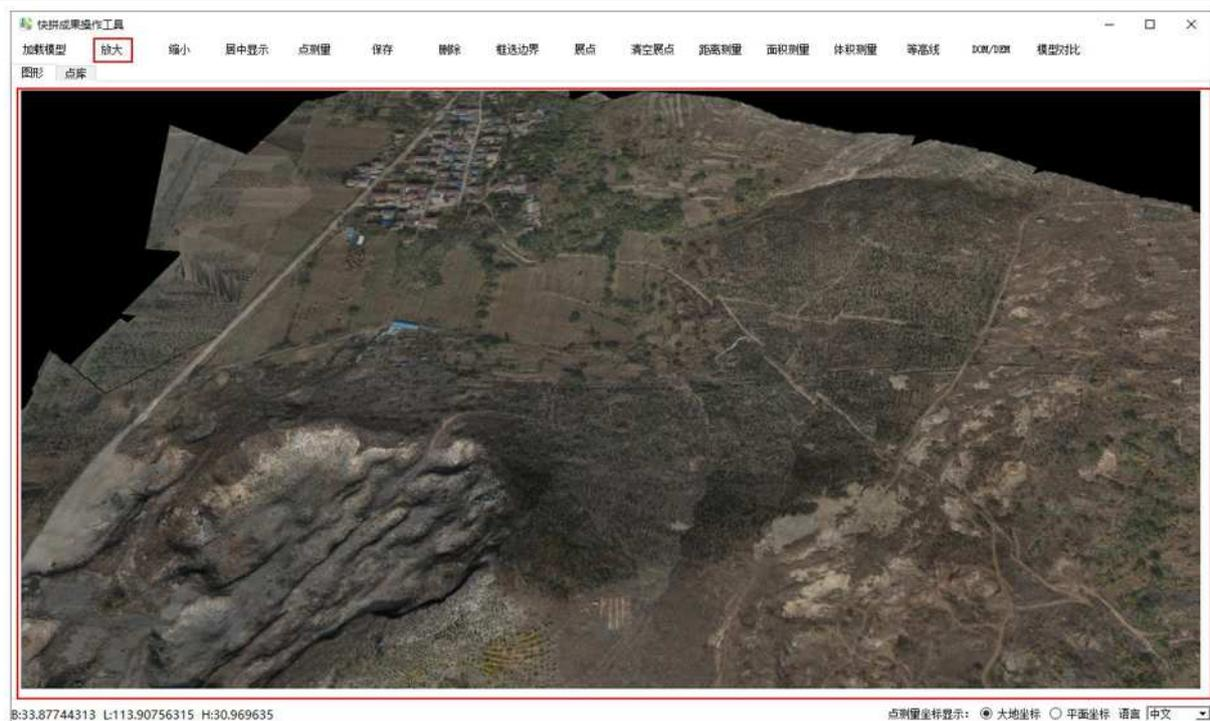

图 2-33 放大操作
- 3) 用户点击“放大”（或者鼠标滚轮往后滑，或者按下鼠标右键不放向后移动），模型变大，如图 2-33 所示。